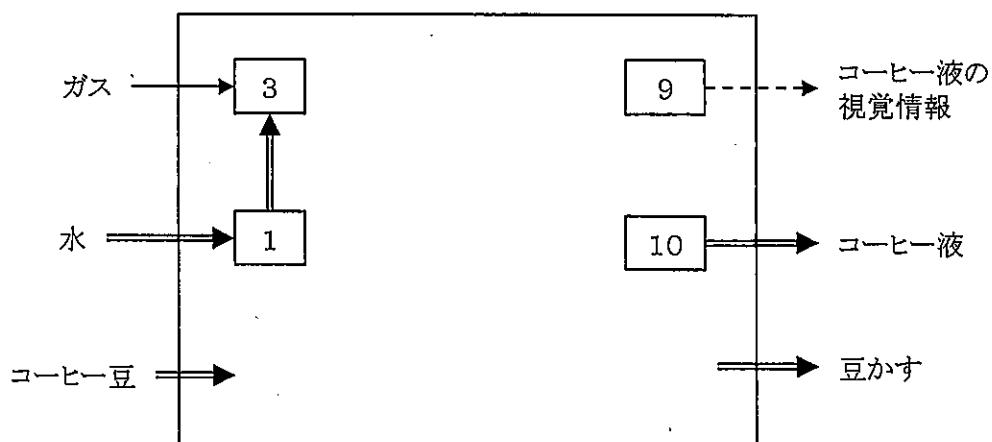

図 3-2
(2) 図 3-2 に示す様に、物質、エネルギー、信号を変換する入出力システムとしてパーコレータの機能全体をとらえる。このとき、表 3-2 に示した全ての機能 No.1～10 をサブシステムとして用いて、システム内部における物質、エネルギーの流れについて、それぞれ二重線、実線の矢線で示した図を作成せよ。具体的には、図 3-2 に途中まで示してある様に、枠内に機能 No.1～10 を配置し、まず物質について、システム外部の入出力と機能、および機能間の入出力の流れを示せ。さらに、主要なエネルギーの入出力の流れを追加せよ。なお、信号の流れは破線で示してある。